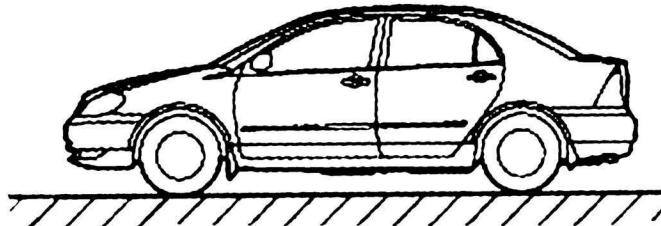

图1-2-1 工位一
(1) 工位一(举升机未升起)：在检查车辆内部和外部时，从检查驾驶员座椅开始，将车辆四周彻底检查一遍，如图1-2-1所示。